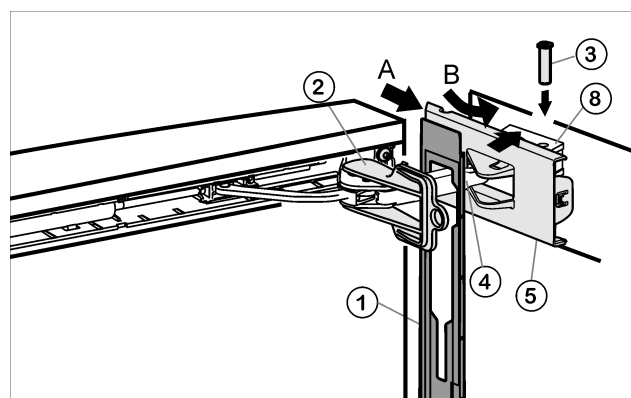

Fig. 24
- Suspenda el panel Fig. 24 (1) en el estribo del amortiguador Fig. 24 (4), de modo que los ganchos de retención estén orientados hacia dentro y el lado delantero esté orientado hacia al aparato.
- Desplace la cubierta Fig. 24 (5) desde la parte exterior (A) y vírela a través de la pieza de cojinete Fig. 24 (8) (B).
- Coloque la cubierta Fig. 24 (5) y encájela hasta el primer enganche.
- ▶ Acerque el estribo del amortiguador *Fig. 24 (4)* a la pieza de cojinete e introduzca el perno *Fig. 24 (3)* desde arriba, de modo que el cuadrado esté en la parte hundida.
- ▶ Encaje ahora la cubierta *Fig. 24 (5)* por completo en la pieza de cojinete *Fig. 24 (8)*.
- ▶ Retire el seguro *Fig. 24 (2)* girándolo.
- ▶ Encaje el panel *Fig. 24 (1)* en la puerta.